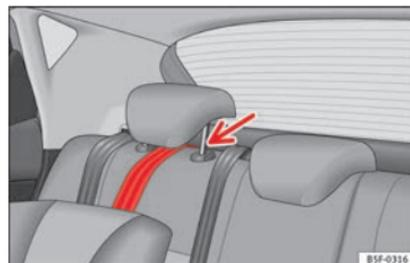

Abb. 33 Befestigungsgurt: korrekte Einstellung und korrekter Einbau
- Den Haltegurt unter die Kopfstütze des Rücksitzes legen »» **Abb. 33** (hierzu ggf. die Kopfstütze nach oben ziehen).